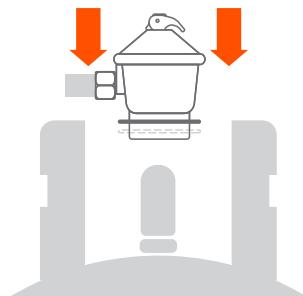

Fig. 3
- 4** Conecte el regulador al cilindro de GLP sosteniendo el anillo plástico apretado contra el cuerpo del regulador, posicione el regulador sobre la válvula de gas del cilindro e intodúzcalo en ella, empujando hacia abajo hasta sentir que topa. Baje el anillo plástico (de color negro) inferior del regulador, hasta sentir un chasquido o “clic”. (**Fig. 3**)